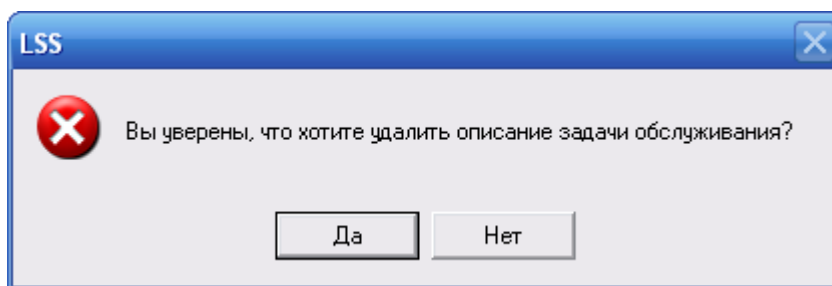

Рис. 2-76
2. Подтвердите удаление задачи обслуживания в появившемся окне сообщения, представленном на рис. 2-76.